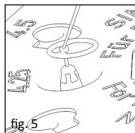

fig. 5
■ **Fig. 5** Si las circunstancias anatómicas del estribo hacen necesario doblar hacia arriba la campana de la prótesis parcial, esto puede realizarse fácilmente utilizando el cono. Para ello, la prótesis campaniforme ("Bell") colocada se presiona cuidadosamente contra el cono utilizando una aguja u otro instrumento microquirúrgico. La campana puede agrandarse según sea necesario bajo observación microscópica.